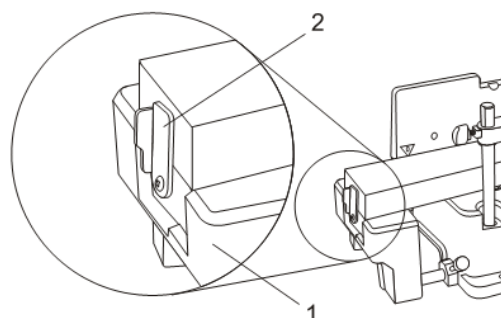

Fig. 27
Les extensions de base (1) ont des butées intégrées à utiliser lors de coupes répétitives de même longueur (Fig. 27). Pour utiliser la butée, tournez simplement la butée (2) de 90° afin qu'elle fournisse une butée positive pour la pièce.